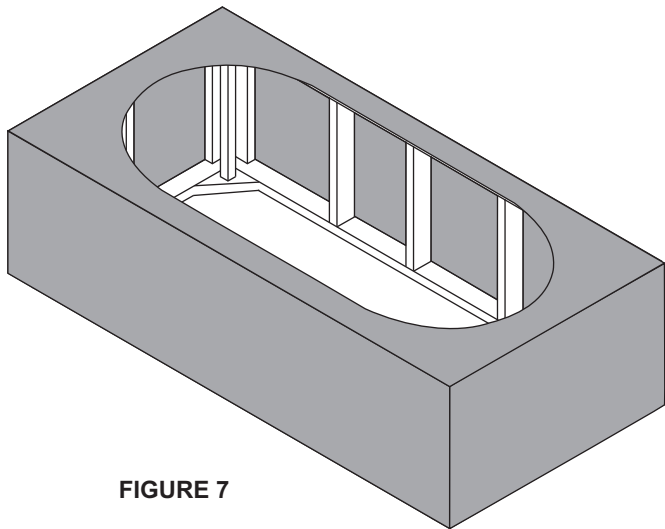

FIGURE 7
- Fixer le panneau supérieur à la structure, comme illustré par la figure 7.